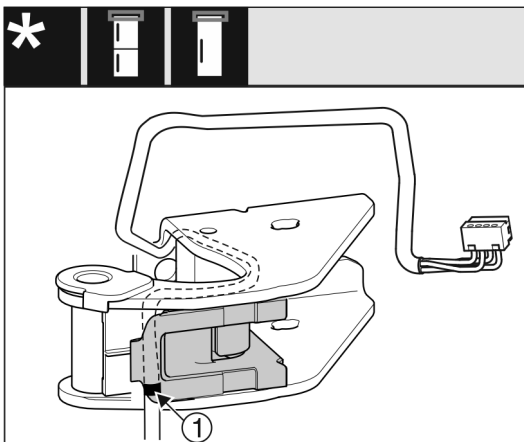

Fig. 26
- Le repère central doit se trouver sur le bord du support de câble Fig. 26 (1).